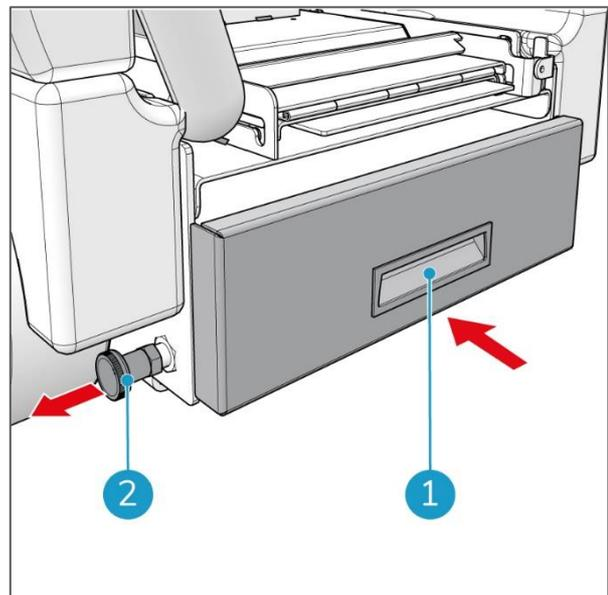

Figure 16
5. Retirez la goupille de verrouillage située sur le côté gauche (Figure 16, pos. 2) du tiroir à batteries.
6. Poussez le tiroir à batteries dans l'i- drive® à l'aide de la poignée noire (Figure 16, pos. 1) jusqu'à ce qu'il s'enclenche.